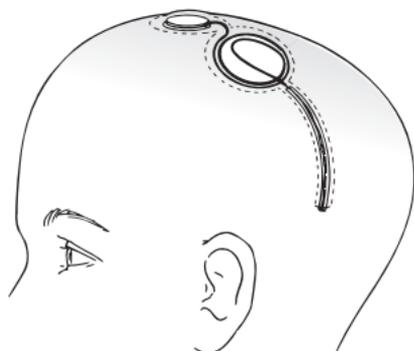

Figura 11. Colocação do excesso de elétrodo enrolado na bolsa subgaleal
8. Coloque o excesso de elétrodo enrolado na bolsa subgaleal (ver Figura 11).